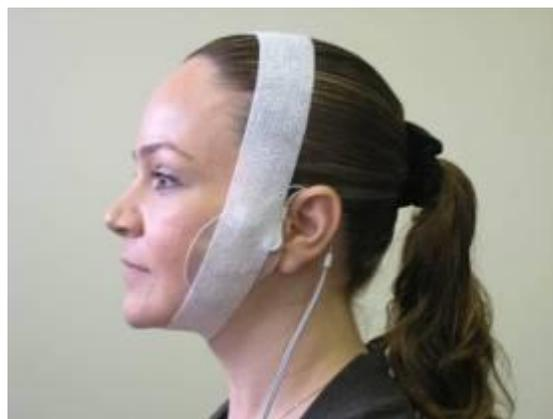

Abb. 3
- Bei Anwendung über Nacht muss der Patch mittels zwei Mal um den Kopf gewickelten Wickelverband befestigt werden (Abb. 3).